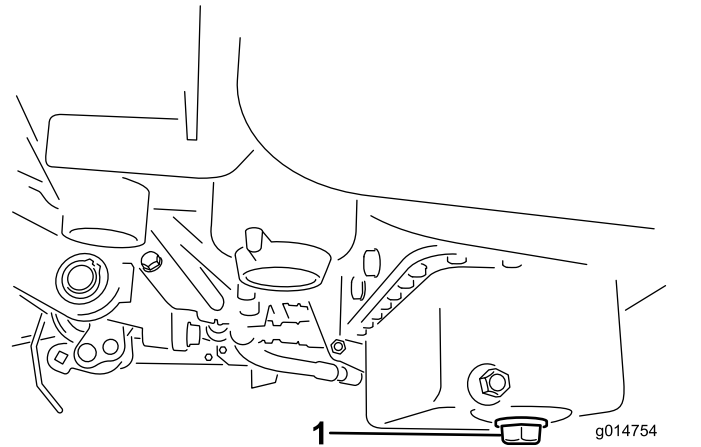

图40
1. 拆下排油塞、让油流入放油盘。油不再流时、安装排油塞（图40）。